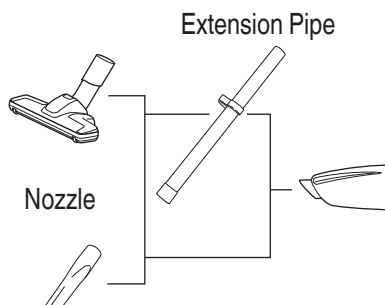

Fig. 16
2. Attach the nozzle (Fig. 16)